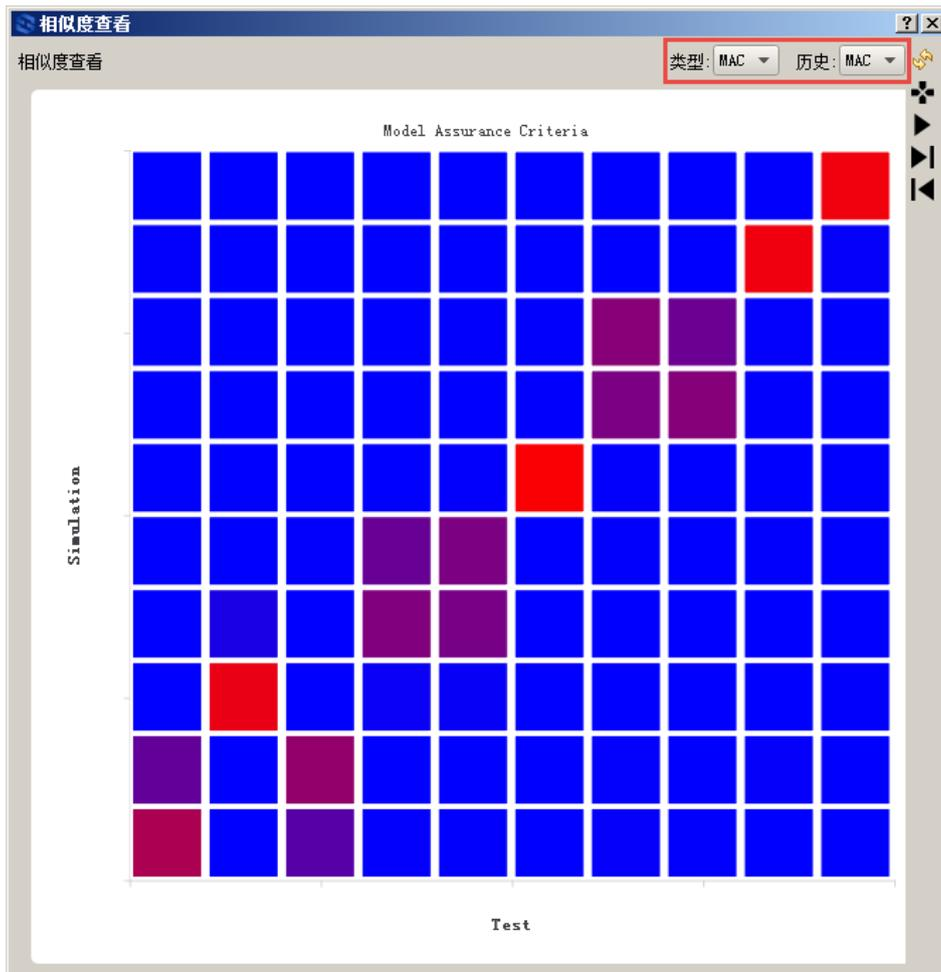

图 3.15 修正前的 MAC 图
(6) 相似度分析。
① 相似度分析。右键点击“4 相似度”，选择“计算相似度”，弹窗提示“相似度计算完成”，完成相似度分析。
② 相似度查看。右键点击“4 相似度”，选择“查看相似度”，弹出窗口如图 3.15 所示。点击右上角的“类型”下拉菜单，选择“MAC”，点击“历史”的下拉菜单选择“MAC”，这是 10 阶试验模态与仿真模态的 MAC 图，横坐标是 10 阶试验模态，纵坐标是 10 阶仿真模态。